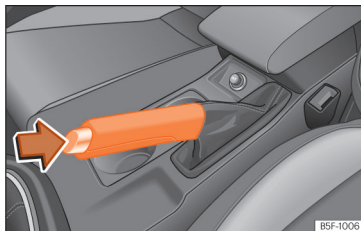

Fig. 256 Il freno a mano, ubicato tra i due sedili anteriori.
- Portare la leva del freno a mano completamente verso l'alto » **fig. 256**.
- Tenendo premuto (nella direzione indicata dalla freccia » **fig. 256**) il tasto di sblocco, spostare prima la leva leggermente verso l'alto e poi abbassarla del tutto » **⚠**.